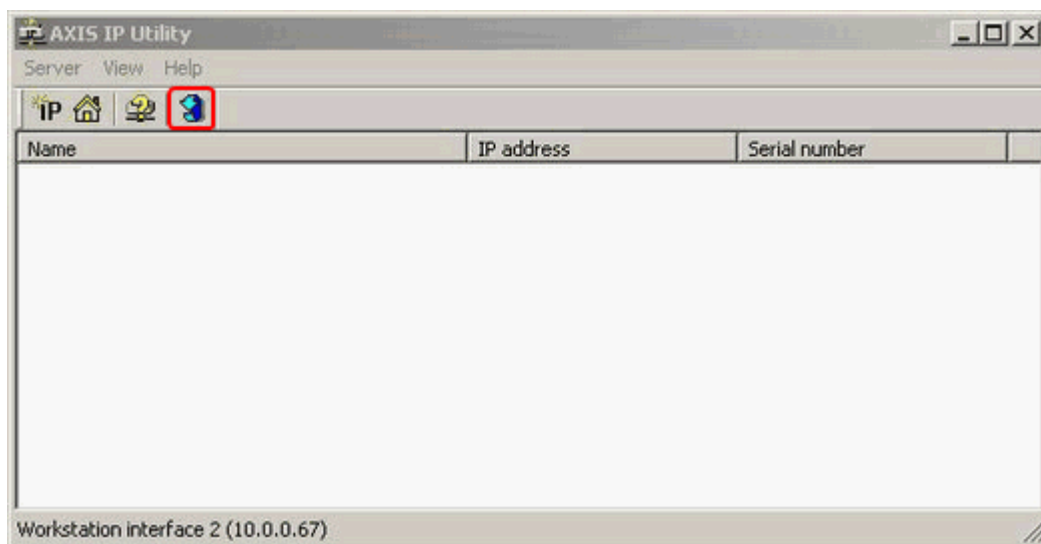

Рис. 6.1—1 Интерфейсное окно утилиты IPUtility.exe. Кнопка «Поиск»
1. В панели инструментов программы IPUtility.exe нажать на кнопку «Поиск» («Search») (Рис. 6.1—1).